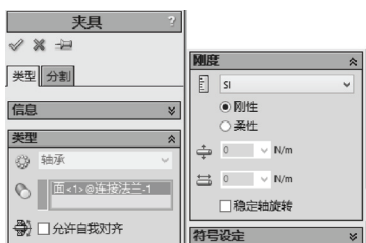

图 9-62 添加轴承夹具操作
STEP 4 右键单击“算例”树中“夹具”项，在弹出的快捷菜单中选择“轴承夹具”菜单项，打开“夹具”属性管理器，然后选择“连接法兰”的内表面为轴承连接面，并取消“允许自我对齐”按钮的选中状态，添加轴承夹具，如图 9-62 所示。